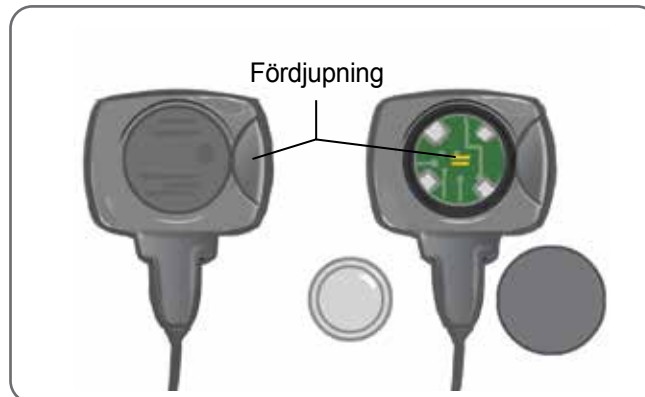

Bild 11-1: Byta fotsensorbatteriet
1. Använd fördjupningen på baksidan av fotsensorn för att fälla upp batteriluckan. Se bild 11-1.